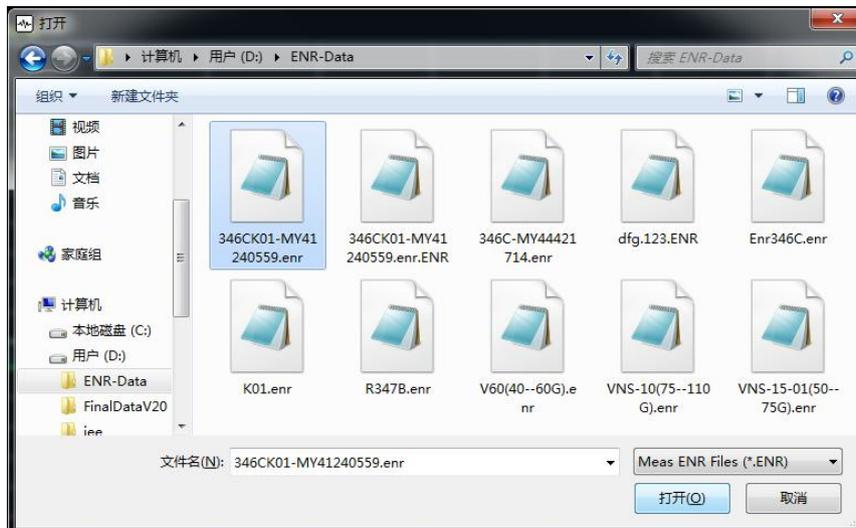

图3.19 文件调用界面
**步骤2.** 按[调用...]菜单键，仪器显示“打开”文件操作对话框，如图3.19所示。